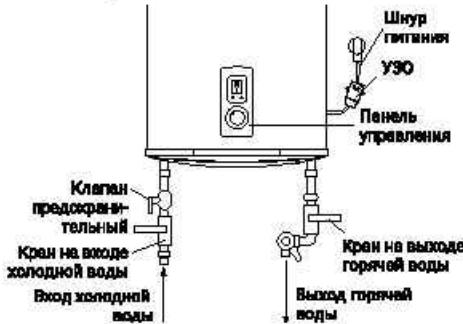

Рис. 7.
- Предохранительный клапан следует устанавливать в месте входа воды (см. рис. 7).